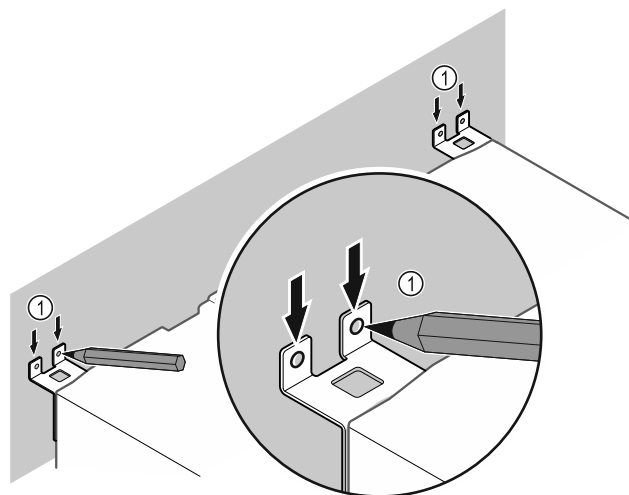

Fig. 11
- Sätt markeringar på väggen Fig. 11 (1).